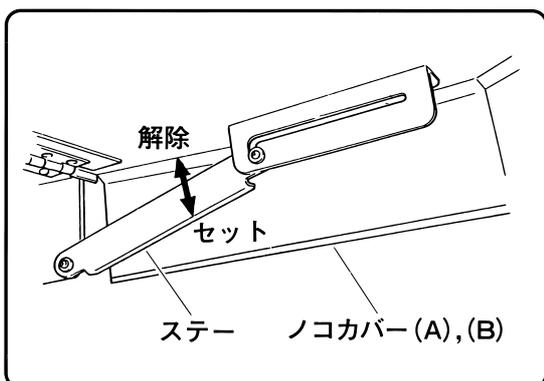

図 30
(10) ステアを手で上方に解除し、ノコカバー (A) およびノコカバー (B) を下方に閉じます。(図30)
(11) 電源プラグを電源にさし込みます。
(12) 電源スイッチを入れ、運転スイッチを押して、ベルトのこが異常なく回転することを確認してください。